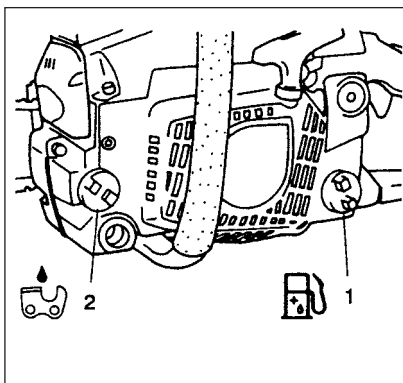

Fig. 2-1B
#### ⚠ ADVARSEL! (Fig.2-1B)
#### Kædeolie (Fig. 2-1B)
Når du fylder brændstof (1) eller kædeolie på (2), anbring enheden med dækselsiden op. (Fig. 2-1B)